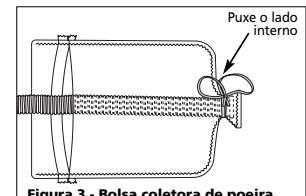

Figura 3 - Bolsa coletora de poeira
- b. Deslize a bolsa coletora sobre a mangueira de ar como mostrado na Figura 3. Enrole o laço duas vezes em torno da entrada da bolsa e segure-a firmemente.